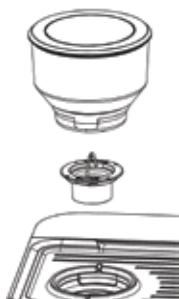
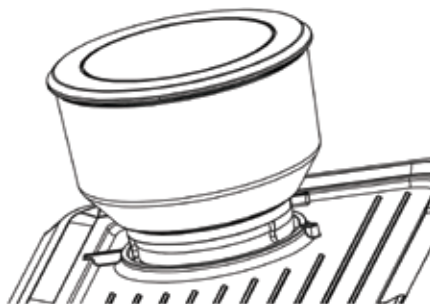

Fig. 1:
Fig. 2:
1. Før du aktiverer malefunktionen, skal du sikre dig, at alle nødvendige dele er korrekt installeret, henvisende til Fig. 1 og Fig. 2.
Installer skærehovedet og stram det med uret. Installer derefter bønneboksen og fastgør den som vist i Fig. 2.